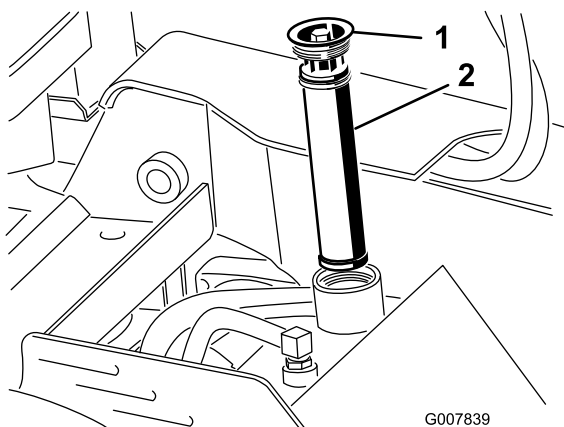

Bild 55
5. Entfernen und entsorgen Sie alten Filter (Bild 55).
6. Setzen Sie den Ersatzhydraulikfilter und den Deckel (Bild 55) ein und ziehen Sie die Schraube oben mit 13 bis 15,5 Nm an.
6. Entfernen Sie den Deckel des Hydraulikbehälters und den Filter (Bild 55).
12. Setzen Sie den Hydraulikfilter und den Deckel (Bild 55) ein und ziehen Sie die Schraube oben mit 13 bis 15,5 Nm an.